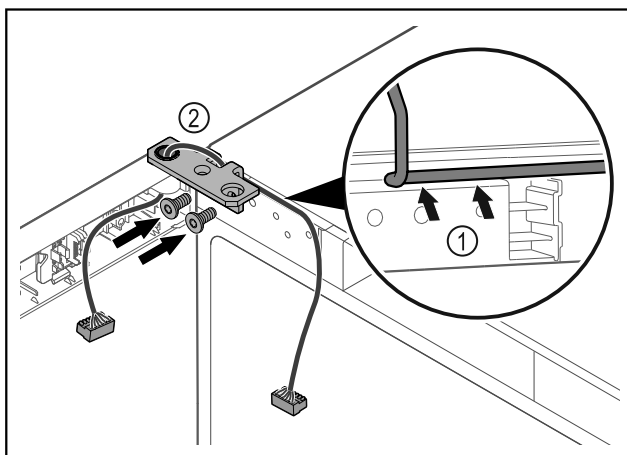

Fig. 39
- Før kabelen forsiktig gjennom åpningen i hengselvinkelen, og legg den omhyggelig på plass Fig. 39 (1).
- Skru på hengselvinkelen Fig. 39 (2).